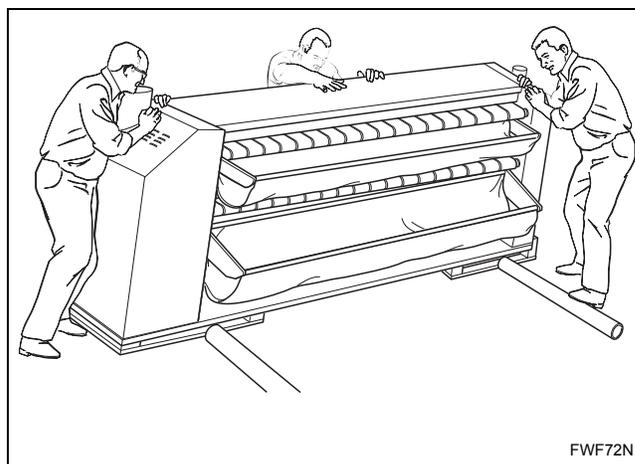

Figure 6
5. Placer deux rouleaux sur le sol près de la machine. Se reporter à la *Figure 6*.
7. Faire lentement glisser la machine hors de la palette et sur les deux premiers rouleaux, en faisant attention à la maintenir à l'horizontale. Se reporter à la *Figure 6*.